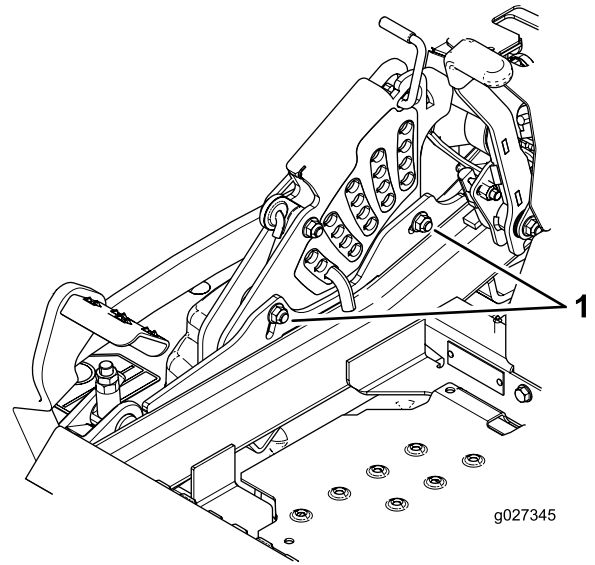

Figure 89
12. Pour régler le système monopoint, desserrez les 2 boulons au bas de la plaque de hauteur de coupe (Figure 89).
14. Serrez les 2 boulons au bas de la plaque de hauteur de coupe (Figure 89).